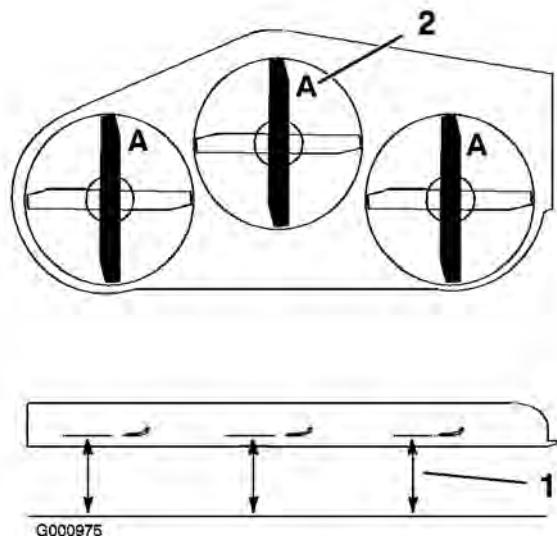

Figure 68
3. Tournez les lames dans le sens longitudinal (Figure 68). Mesurez la distance entre la surface plane et le tranchant (position A) des lames (Figure 68) et notez cette valeur.